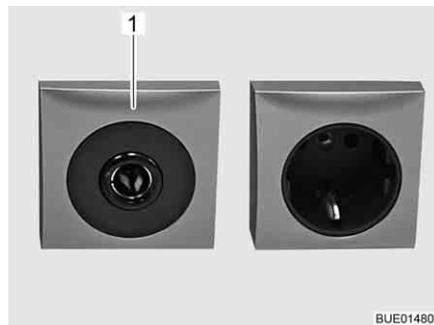

Fig. 160 Presa 12 V/10 A
- ▷ Alle prese (Fig. 160,1) della rete di bordo a 12 V, connettere solo apparecchi funzionanti al massimo a 10 A.